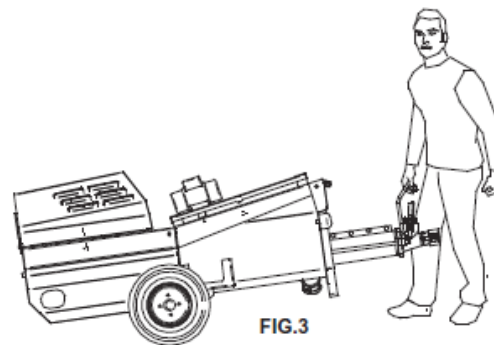
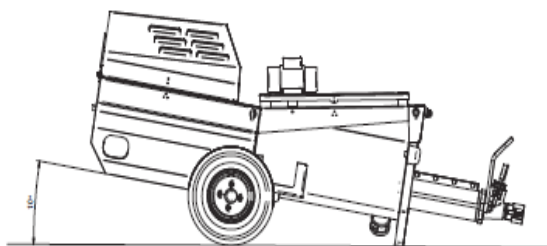

FIG.3
FIG.5
8. TRANSPORTABILITÉ (fig.3). LEVAGE (fig.4). REMORQUAGE (option fig.5)
⚠ - Attention ! Pour le levage de la machine, n'utiliser sous aucun prétexte des points d'accrochage différents de ceux indiqués sur la figure 3.
La machine doit toujours être en plan: l'inclinaison vers le bas de la pompe à vis favorise la sortie du matériel (fig 5).
En cas d'urgence, pour arrêter la machine, appuyer sur le bouton rouge d'urgence (réf.9). Pour isoler la machine, arrêter tous les organes en mouvement puis tourner l'interrupteur principal en position 0 et détacher la prise d'alimentation électrique (réf.1 Fig.5) tous les organes en mouvement s'arrêtent.